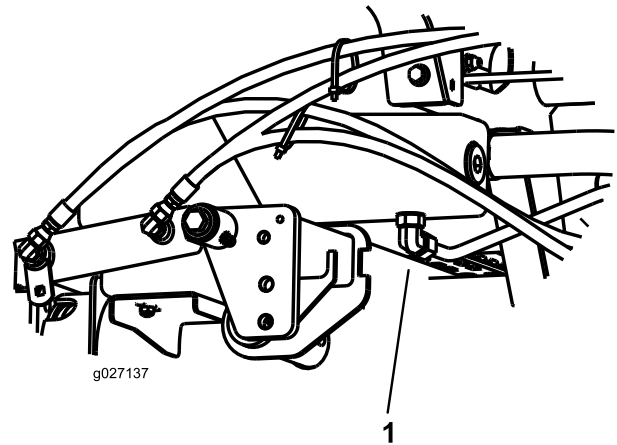

Figura 71
2. Coloque um recipiente de escoamento grande debaixo do encaixe preso à parte de baixo do reservatório do fluido hidráulico (Figura 71).